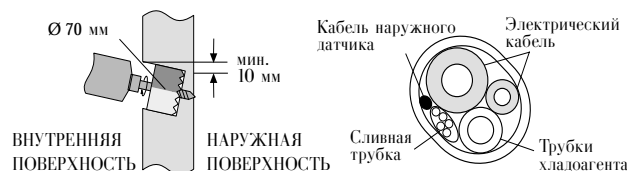

Рис. 6
- Для соединения наружного и внутреннего агрегатов в стене должно быть просверлено отверстие диаметром 70 мм, через которое пройдут трубки хладагента, сливная трубка и электрический кабель (см. рис. 6).